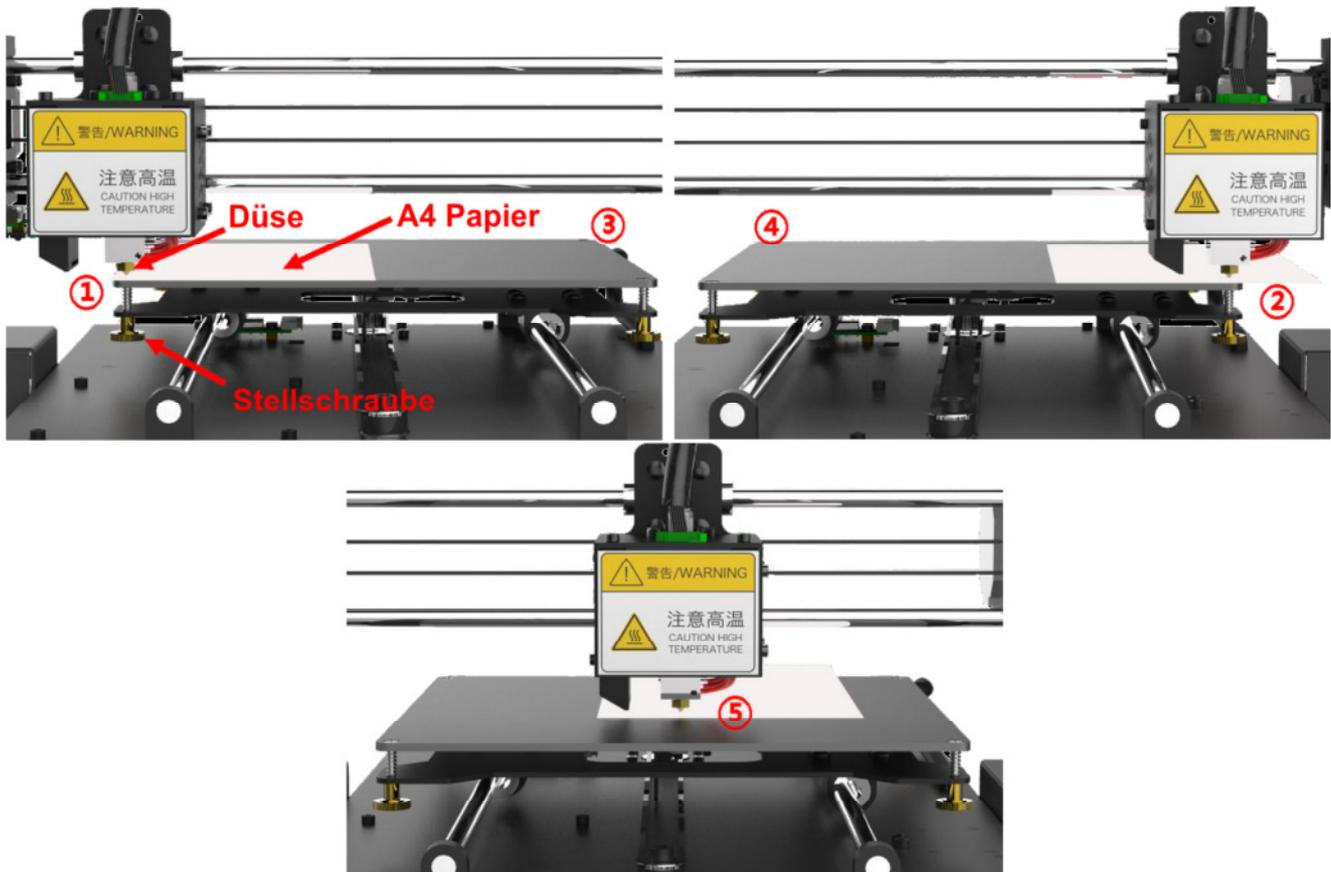

Abbildung 9
**Schritt 4** Legen Sie ein Blatt Papier auf die Druckplattform und bewegen Sie Druckkopf und Plattform dann manuell hin und her, um den Druckkopf zu den 4 Ecken und zur Mitte zu bewegen (①•②•③•④•...), wie in **Abb. 9** gezeigt. **(Vermeiden Sie das Abreiben der Düse gegen Plattform direkt, ohne Papier dazwischen zu legen!)**